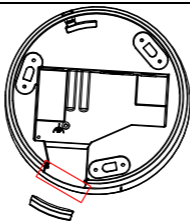

图2-15 侧面出线口位置
1. 按照实际施工需求，首先卸下图 2-15 实线框所标区域的侧出线盖，作为侧出线槽，然后将电源线、网络接口线、音频信号线和报警信号线等穿过侧出线槽并固定在天花板上，从而避免在天花板上开孔来放置相关接线，简化安装过程。